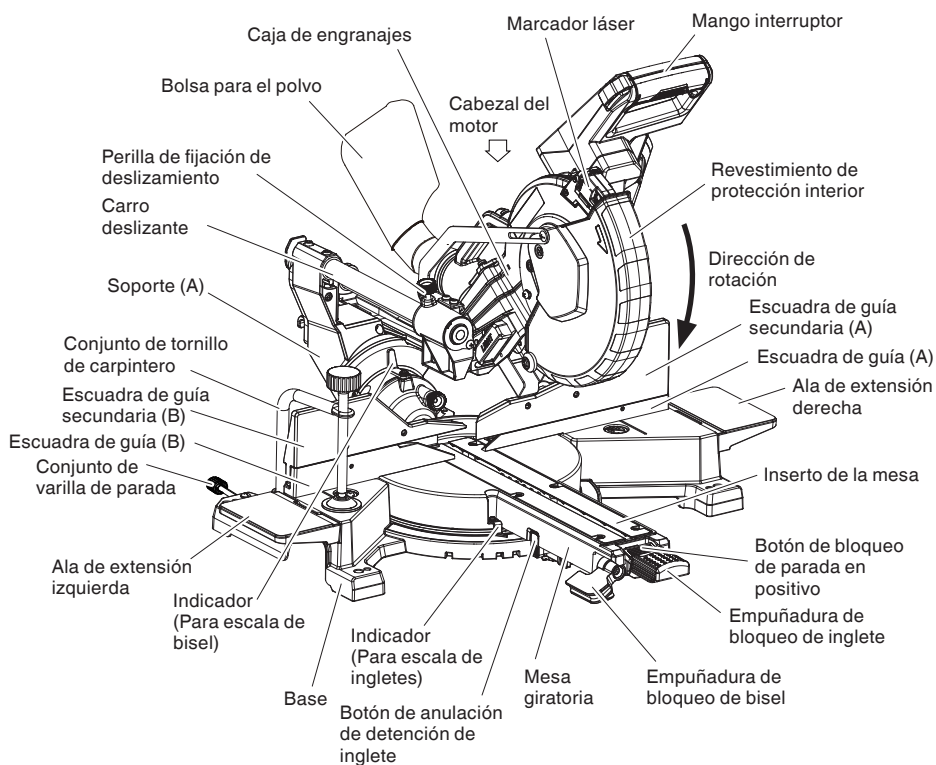
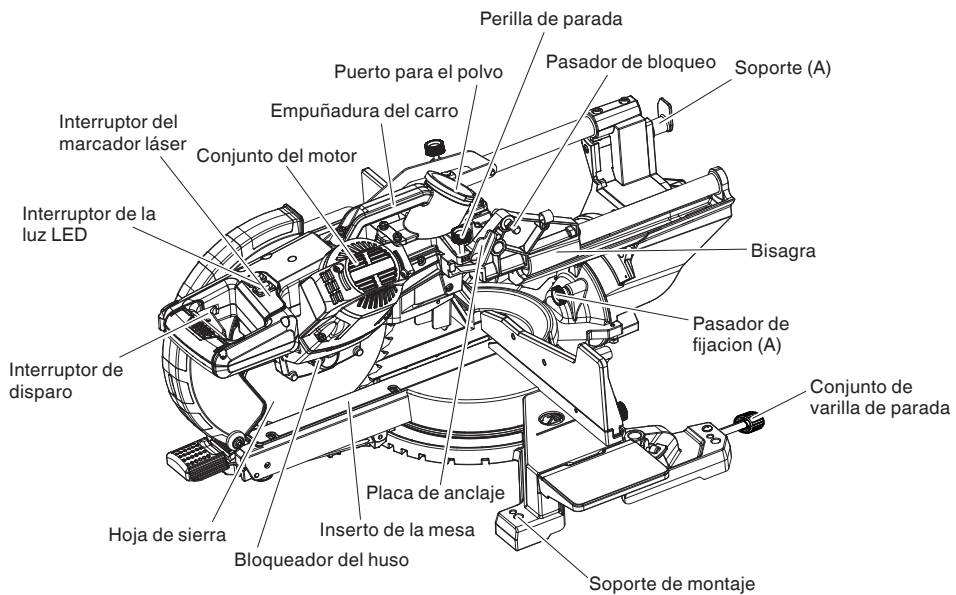

Fig. 1
Fig. 2
(Acople el conjunto de tornillo de carpintero como se visualiza en las Fig. 1, Fig. 2 y Fig. 25.)
6. Antes de utilizar la herramienta, confirme la posición del bloqueador del huso. Luego de instalar la hoja de sierra, confirme que el pasador de bloqueo haya vuelto a la posición liberada antes de usar la herramienta eléctrica (refiérase a la Fig. 2).